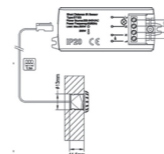
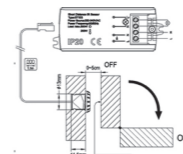

Рис.2
Рис.3
- Подключите сетевой кабель, провода от нагрузки и датчика согласно рис. 2 (25836 0), рис. 3 (25837 7).